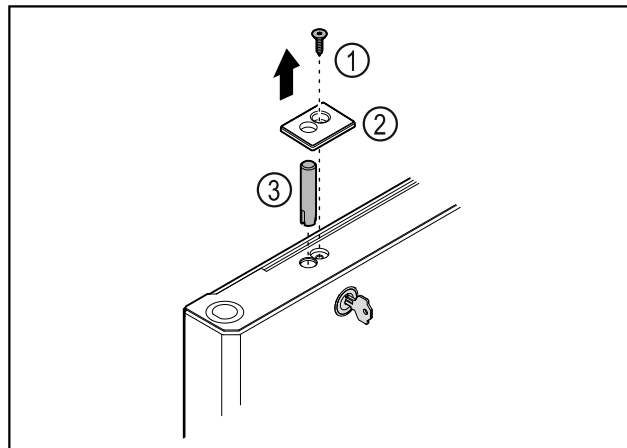

Fig. 38
- Išsukite varžtą Fig. 38 (1).
- Atfiksukite dengiamąjį plokštelę Fig. 38 (2) mažu atsuktuvu ir nuimkite.
- Ištraukite užrakto kaištį Fig. 38 (3).